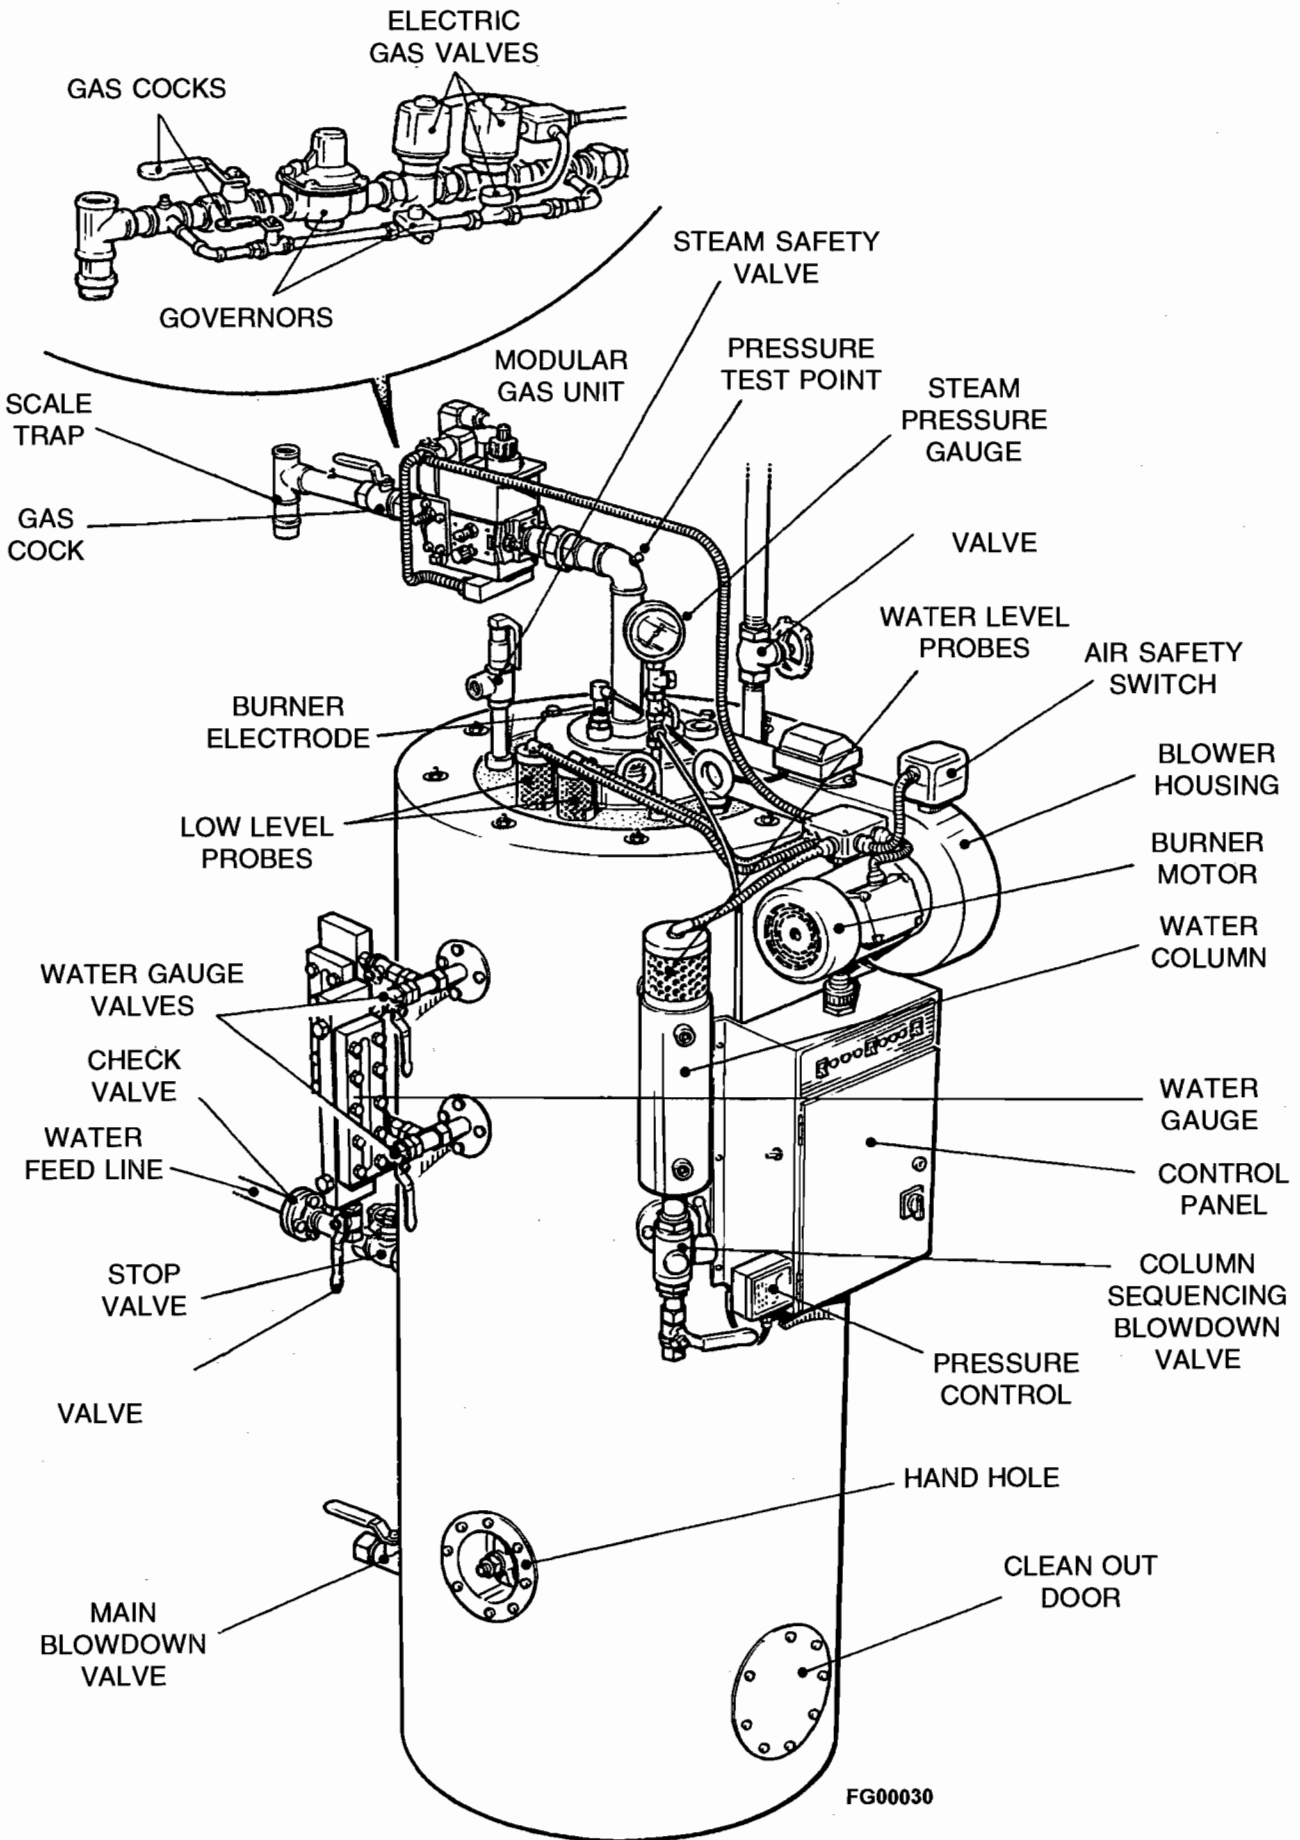

FIG. 7 COMMISSIONING THE BOILER
2.16 COMMISSIONING THE BOILER (Fig. 7)